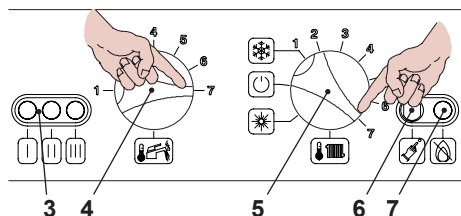

Figura 7.5
- Ruotare il selettore 5 come in Figura 7.5.
- Ruotare il selettore 5 come in Figura 7.5